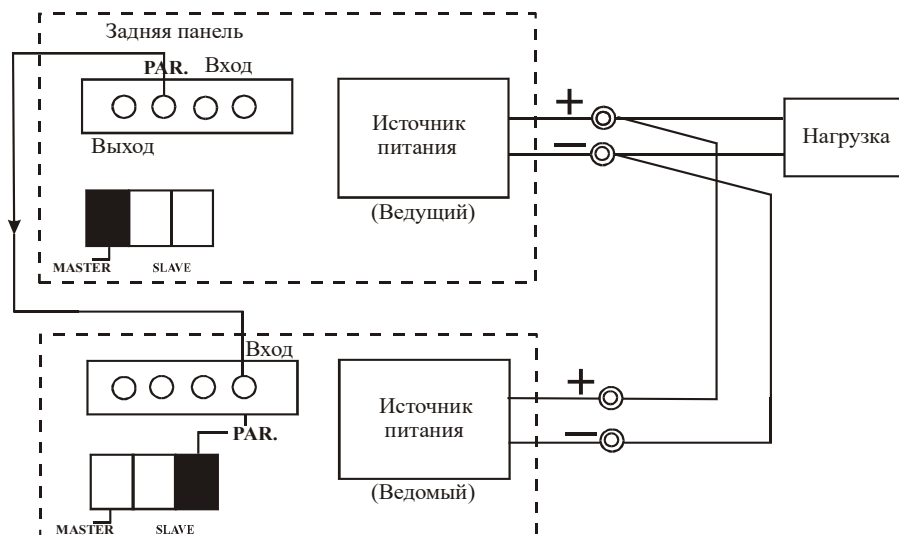

Рис. 7.3. Параллельное соединение двух источников питания
Для получения выходного тока больше номинального два источника питания соединяют параллельно (выходное напряжение номинальное). Схема соединения показана на рис.7.3.
4. Проверить полярность подключения. Подсоединить к выходным клеммам внешнюю нагрузку в соответствии с рис.7.3.